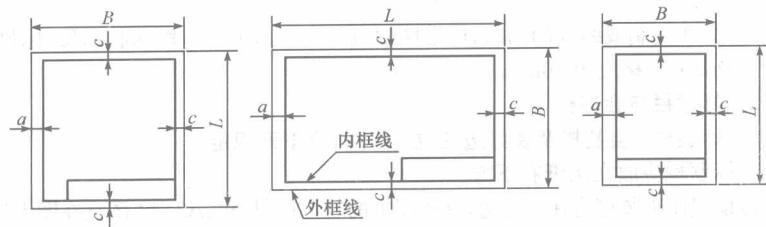

图 1-1 图 框
(1) 图纸的基本幅面及图框尺寸应符合表 1-1 及图 1-1 的规定。